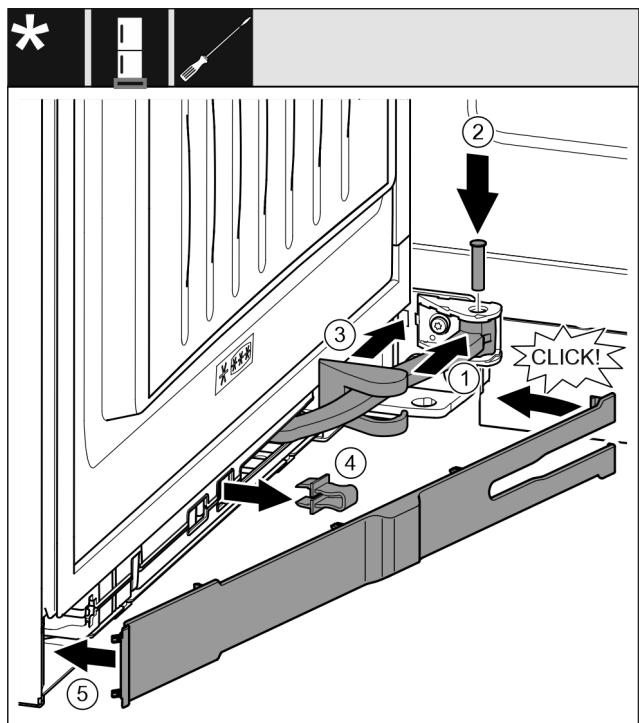

Fig. 45
- Gelenk in Aufhängung drehen. Fig. 45 (1)
- Bolzen mit einem Schraubendreher T15 in Aufhängung und Gelenk einsetzen. Dabei darauf achten, dass der Rastnocken korrekt in der Nut sitzt. Fig. 45 (2)
- Lagerbockabdeckung entlang des Gelenks schieben und über der Aufhängung montieren. Fig. 45 (3)
- Sicherung abnehmen. Fig. 45 (4)
- Blende griffseitig ansetzen und einschwenken. Fig. 45 (5)